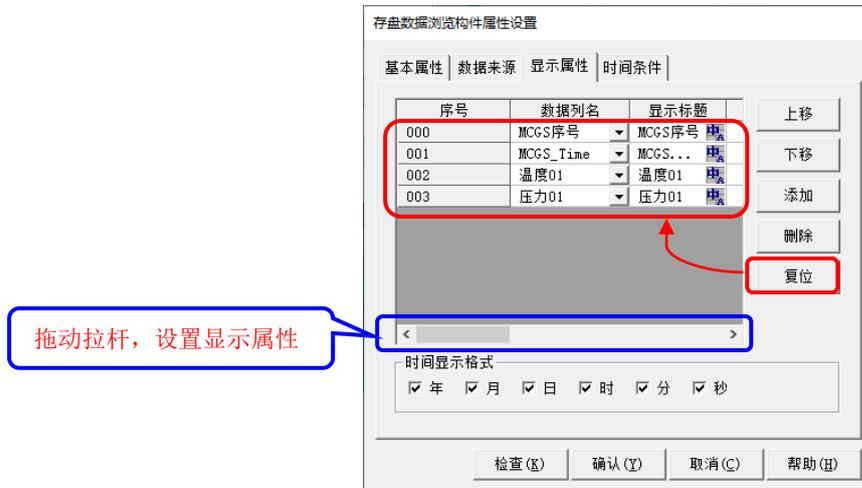

图 5.2-17 设置显示属性
- ⑤ 设置显示属性：如图 5.2-17，在构件“显示属性”页，点击“复位”，存盘浏览构件自动获取组对象“储水罐数据”的成员列表，用户还可以在成员列表中设置数据的显示格式等。